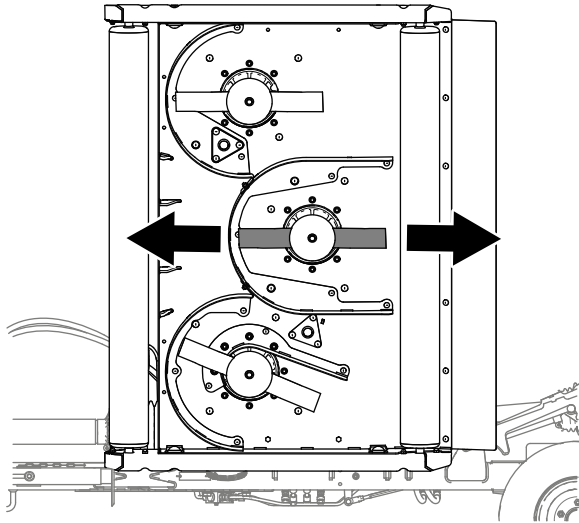

図 78
1. ピッチの調整を行うデッキそれぞれについて、中央のブレードを 図 78 のように整列させる。